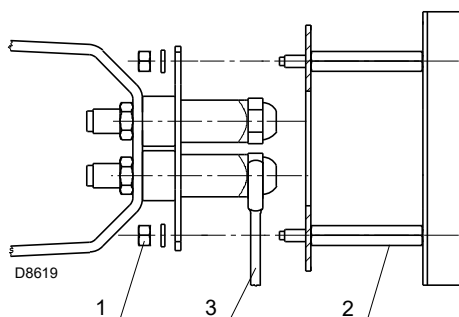

Fig. 12
- Quitar las tuercas 1)(Fig. 12) y el grupo disco difusor 2).
- Sustituir la boquilla con la llave 3)(Fig. 12).